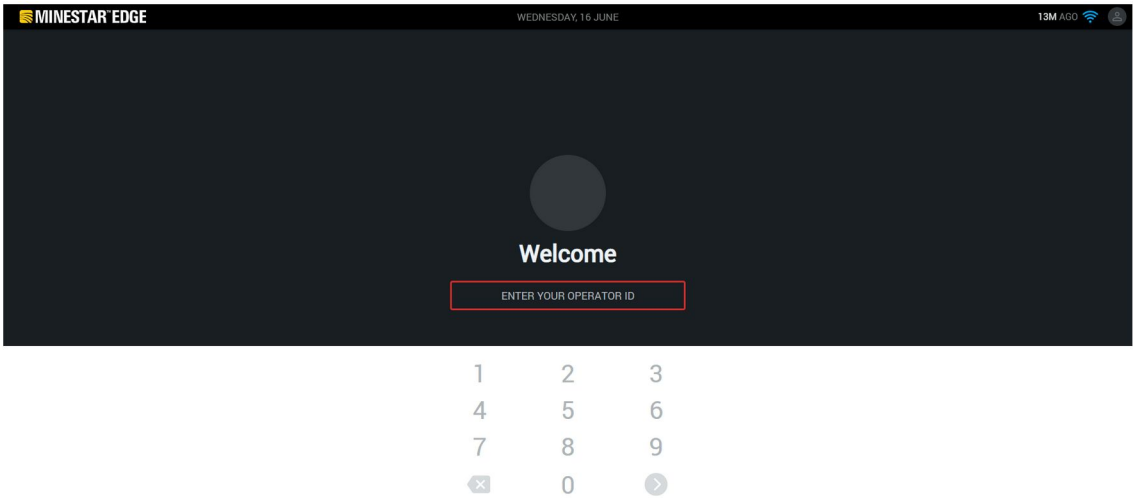

Рис. 4
2. Нажмите и введите идентификатор оператора с помощью всплывающей клавиатуры, как показано на рис. 4 .